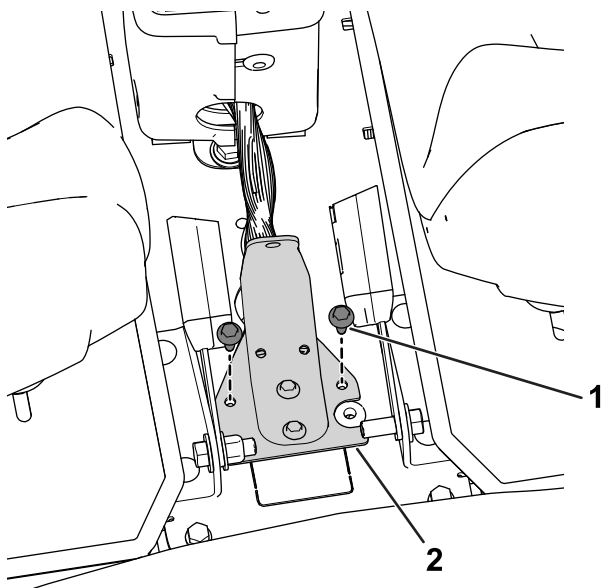

Bild 31
3. Befestigen Sie das Kabelbaumunterteil mit den vorher entfernten Schrauben am Armaturen Brett (Bild 31).